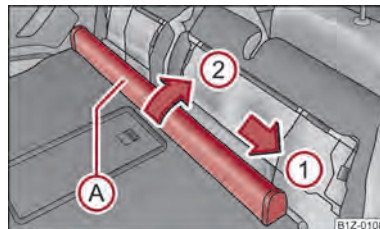

Fig. 65 Sièges AR : Boîtier du filet de séparation pour bagages
- Poussez le boîtier du filet de séparation pour bagages (A) ⇒ fig. 65 en direction de la flèche (1) et sortez-le de l'appui des sièges arrière dans le sens de la flèche (2).